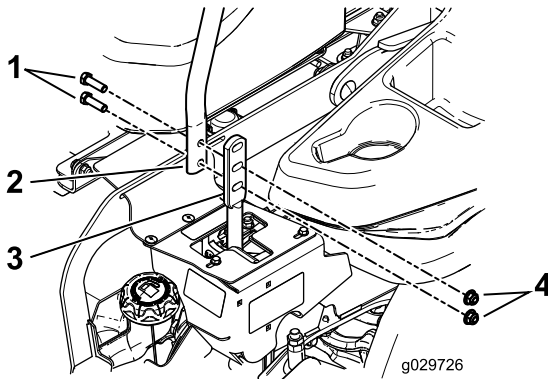

Figura 82
3. Afloje los pernos y las tuercas con arandela prensada de las palancas (Figura 82).